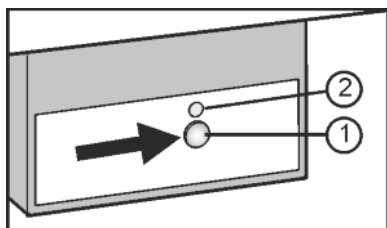

Fig. 9
- ▶ Натисніть кнопку On/Off Fig. 9 (1), щоб засвітився індикатор Fig. 9 (2).